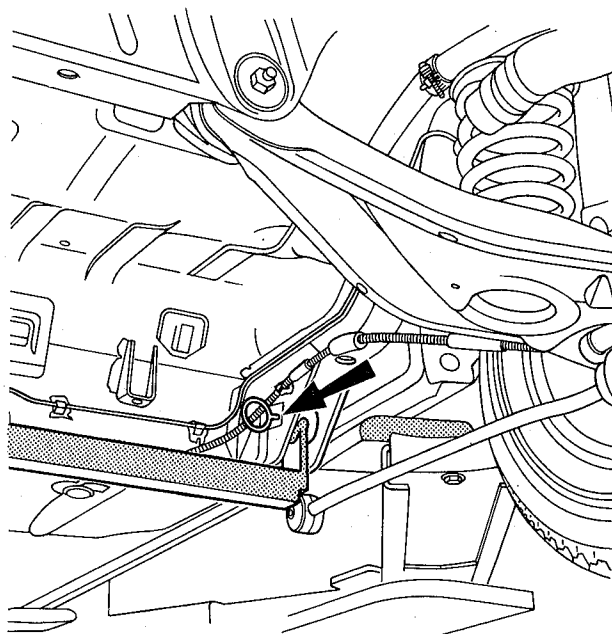

fig. 26
1. Posicionar a parte traseira do gabarito nos orifícios dos parafusos de fixação do tirante da suspensão traseira e instalar os pinos de localização 44-001-A3 (fig. 26)